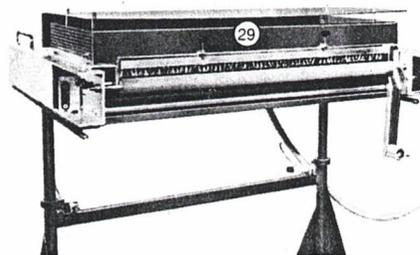

Abb. 21
- **Reduzierung statischer Aufladung** (Abb. 21)